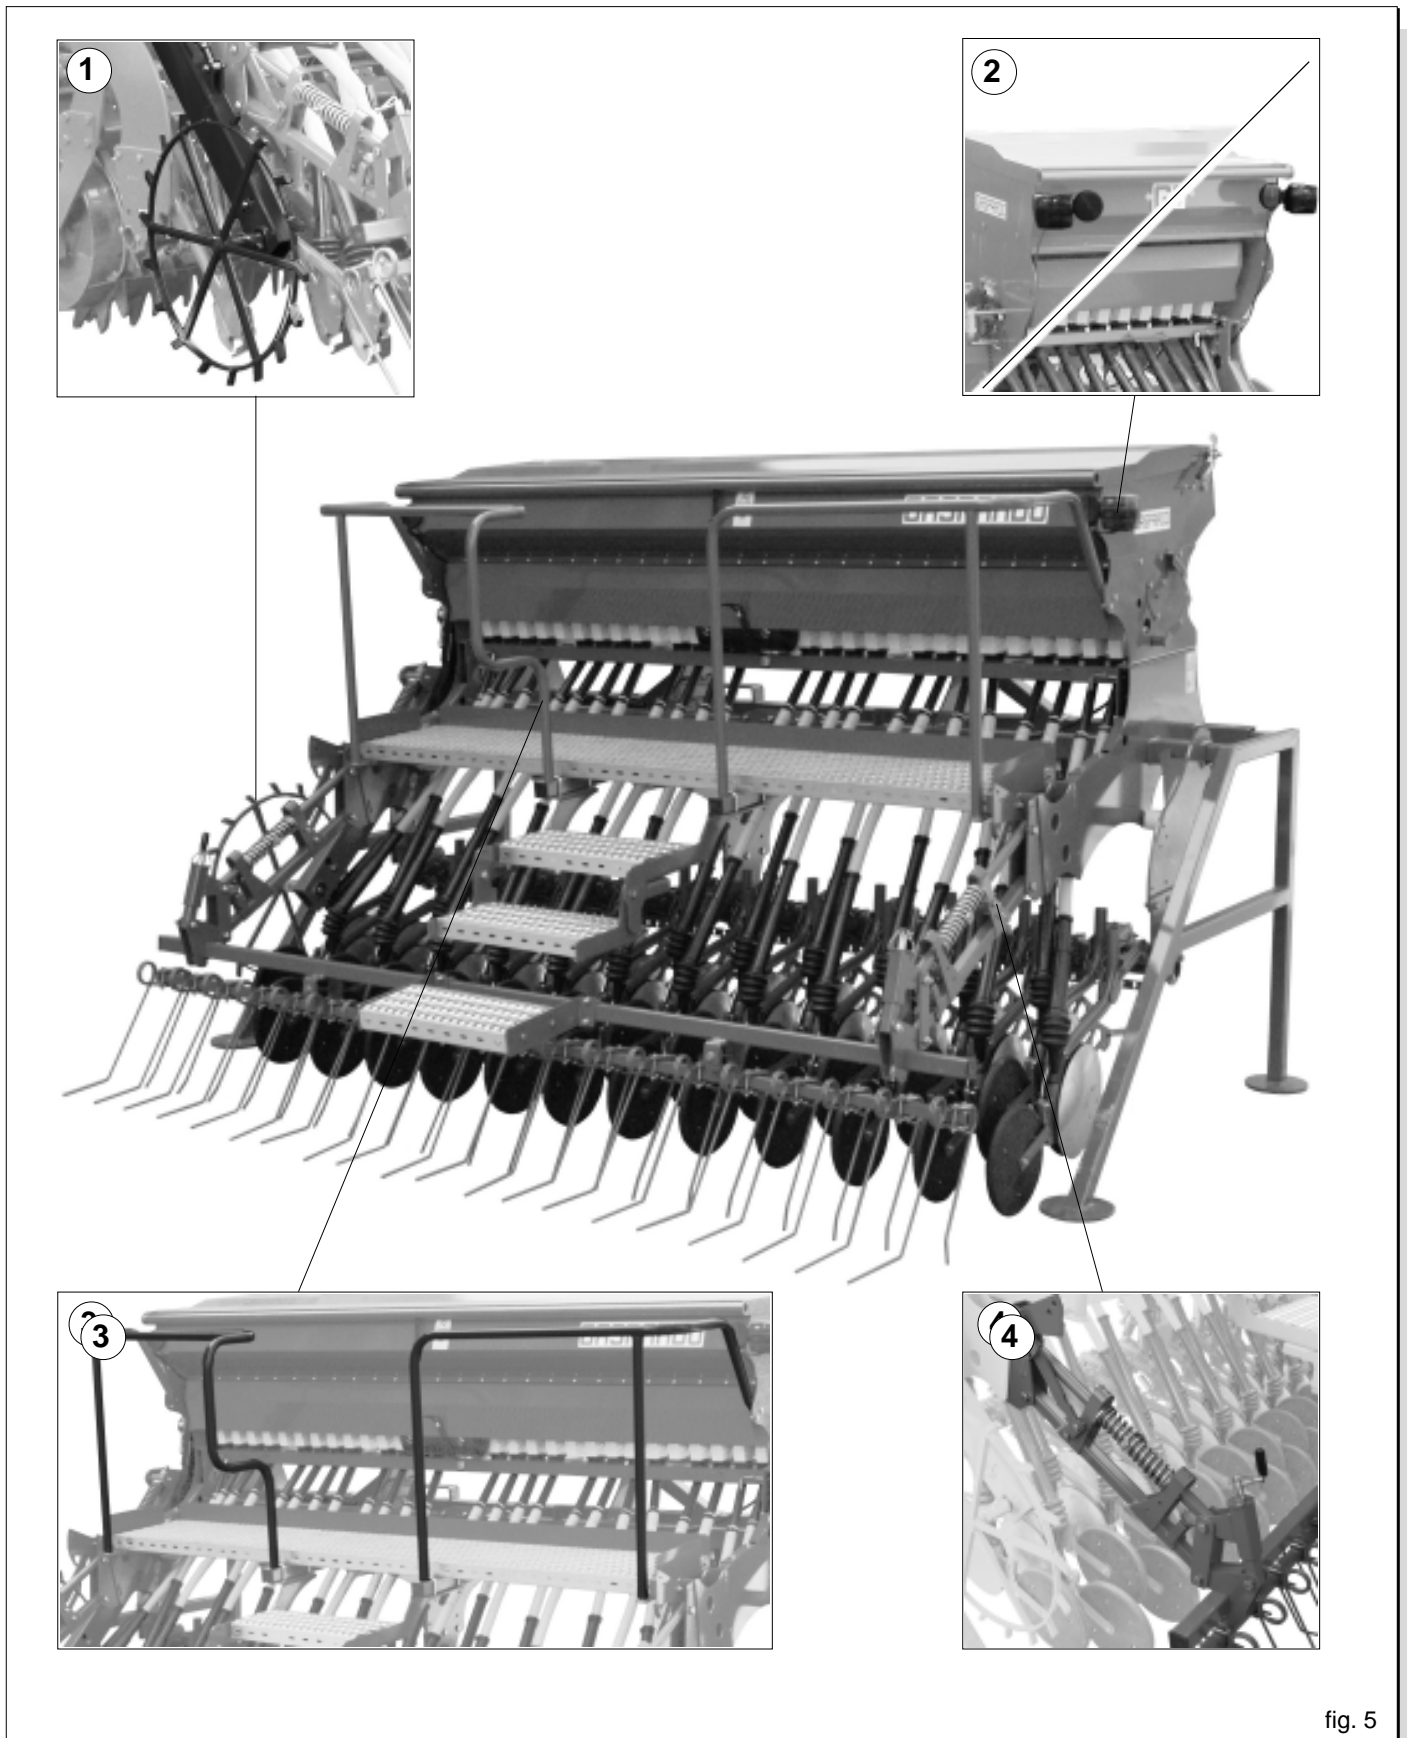

fig. 5
Aus Gründen des Transports sind weder die Radachsenverbreiterung (1, Abb. 5), noch die rückwärtigen optischen Warnsignale (2), die Ladetrittbrett (3), die Egge (4) sowie die Scheiben zur Reihenkennzeichnung montiert. Sie gemäß den der Maschine beiliegenden Pläne vor dem Einsatz der Sämaschine installieren (Abb. 5).